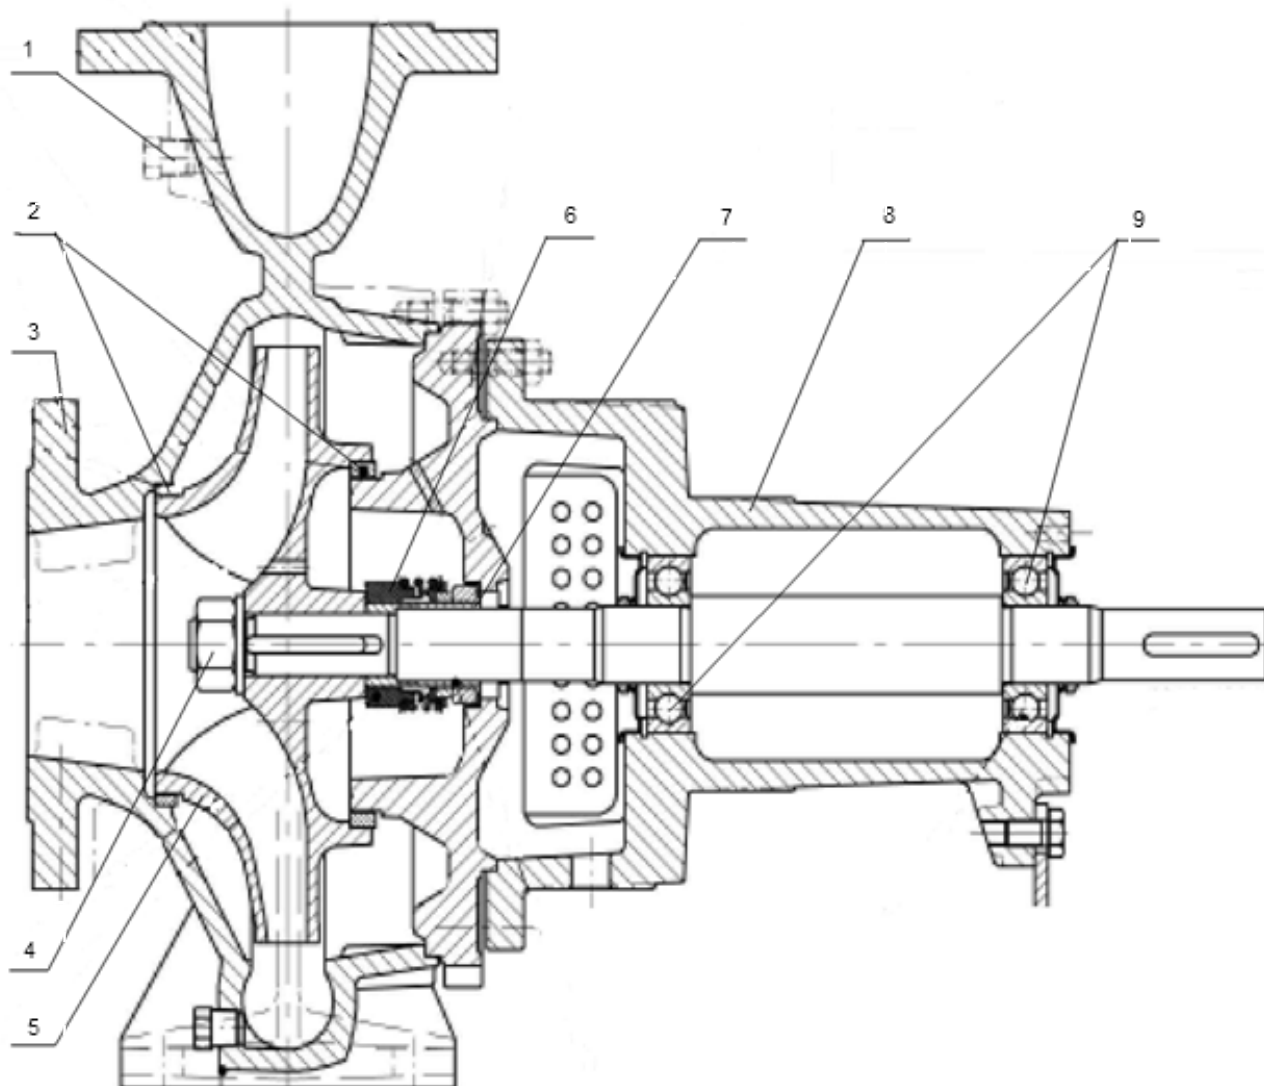

Рис. 4.Общий вид насоса ЦНК - Ех.
3. Открутить болты. (рис. 4) соединяющие фланец с корпусом спиральным поз. 3;